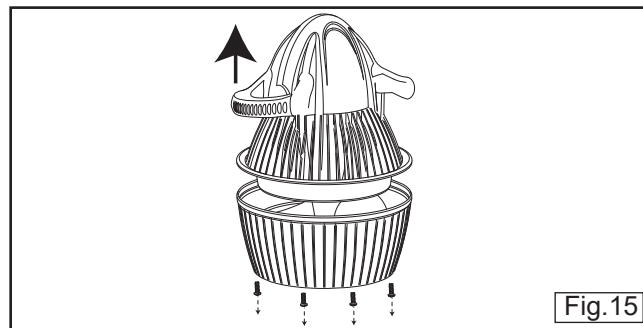

Fig.15
4. Svitare le vite della griglia posteriore e rimuovere il Cono di scarico (Ved. fig. 15).